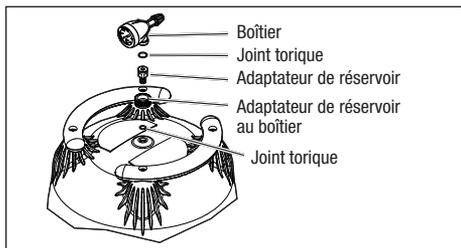

Figure 4. Ensemble manomètre/purgeur d'air
- Placer le joint torique plus petit et plus épais sur le filetage de l'adaptateur du réservoir, voir la Figure 4. Faire glisser l'adaptateur du réservoir à travers l'écrou d'accouplement, dans le réservoir du filtre. Utiliser les rondelles plates sur l'adaptateur du réservoir pour serrer. Ne pas trop serrer.